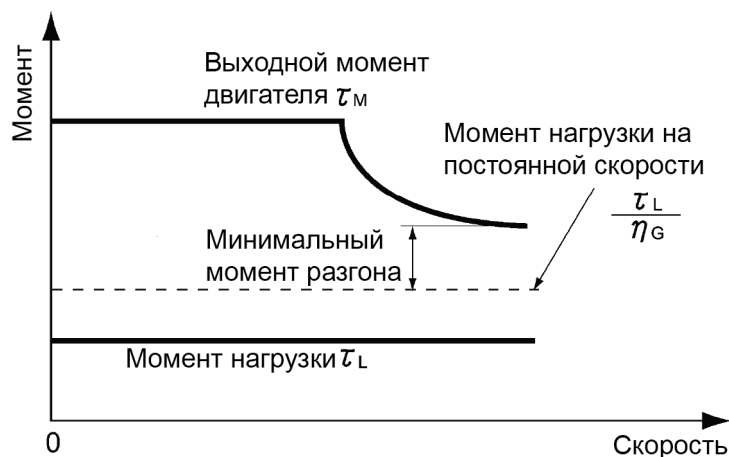

Рисунок 3.4 Пример определения минимального момента разгона
2) Расчет заданного минимального момента разгона (См. Рисунок 3.4)